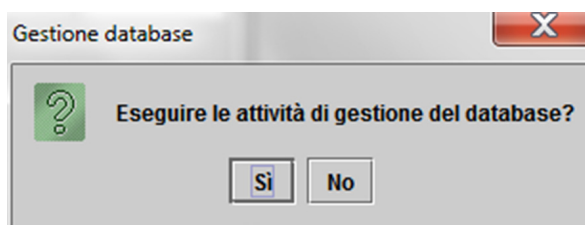
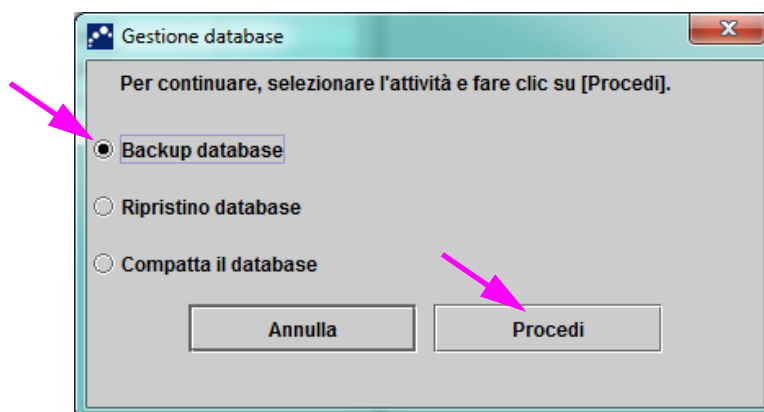

Figura 5-8. Finestra di dialogo Gestione database
Figura 5-9. Finestra di dialogo Gestione database
1. Se la casella **Promemoria per la gestione del database** nella finestra di dialogo Configurazione del sistema (vedere la Figura 2-77) **non** è selezionata, la finestra di dialogo Gestione database (vedere la Figura 5-8) non viene visualizzata e non viene richiesta alcuna azione riguardante il database. Il software continuerà a caricare ed è possibile passare alla Sezione 5.2.3.2 per proseguire con la sequenza di avvio.
2. Se la casella **Promemoria per la gestione del database** nella finestra di dialogo Configurazione del sistema (vedere la Figura 2-77) è selezionata, la finestra di dialogo Gestione database (vedere la Figura 5-8) viene visualizzata nella parte superiore della finestra sistema GeneXpert Dx con la richiesta se si desidera eseguire le attività di gestione del database.
- A. Facendo clic su **No** nella finestra di dialogo Gestione database (vedere la Figura 5-8), il software del GeneXpert Dx continua a caricare ed è possibile passare alle attività indicate nella Sezione 5.2.3.2.
- B. Fare clic su **Sì** nella finestra di dialogo Gestione database (vedere la Figura 5-8) e verrà chiesto di selezionare l'attività da eseguire (vedere la Figura 5-9).
A seconda dei privilegi dell'utente, potranno essere visibili tutte o alcune delle quattro opzioni nella finestra di dialogo Gestione database. Vedere la Figura 5-9.
4. Fare clic sul pulsante **Procedi** (vedere la Figura 5-9) per iniziare a eseguire l'attività di gestione del database desiderata.